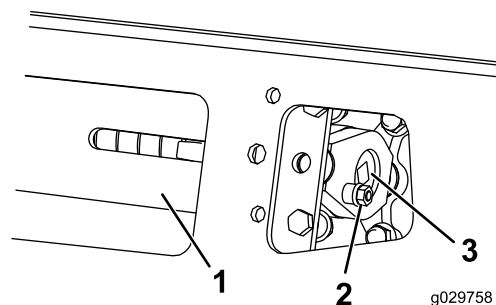
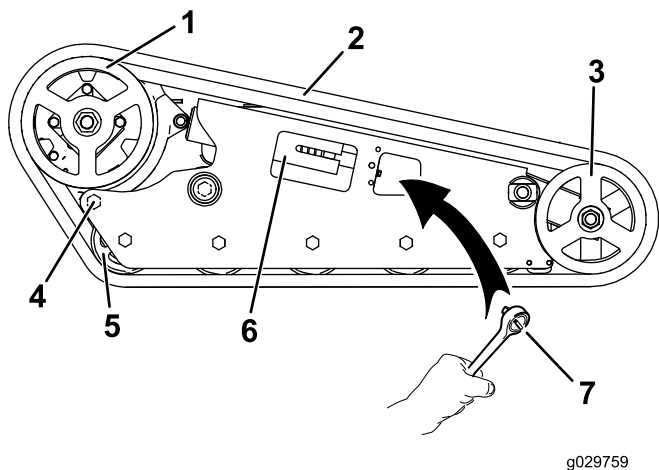

Figura 55
Figura 56
3. Togliete il bullone di bloccaggio e il dado (Figura 55).
5. Allineate l'intaglio più vicino della vite di tensione al foro del bullone di bloccaggio e fissate la vite con il bullone di bloccaggio e il dado (Figura 55).
3. Utilizzando una chiave a tubo da 1/2", scaricate la tensione girando la vite di tensione in senso orario (Figura 55 e Figura 56).
4. Allentate il bullone posteriore, vicino alla ruota motrice (Figura 56).
6. Dopo avere liberato il cingolo dalla ruota anteriore, toglietelo dalla ruota conduttrice e dalle ruote non motrici (Figura 56).
7. Avvolgete il nuovo cingolo iniziando dalla ruota conduttrice e controllando che i denti del cingolo si allongino tra i distanziali della ruota stessa (Figura 56).
8. Spingete il cingolo sotto e tra le ruote non motrici (Figura 56).